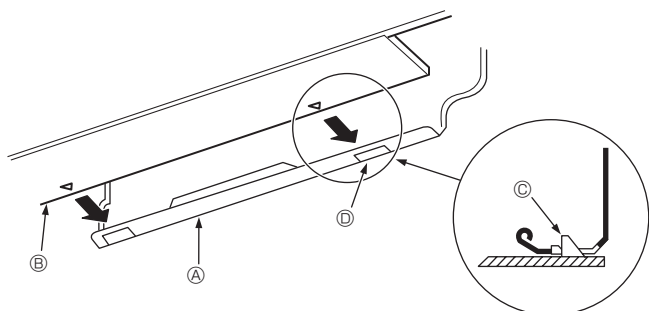

Fig. 3-11
- Lors de l'insertion de la tuyauterie de réfrigérant et du tuyau d'écoulement dans le trou de pénétration dans le mur (manchon de pénétration), accrocher le haut de l'appareil intérieur au panneau de montage ①.
- Fixer en poussant la partie inférieure de l'appareil intérieur sur la planche d'installation ①. (Fig. 3-11)
- \* Vérifier que les boutons dans le bas de l'appareil intérieur sont correctement insérés dans la planche d'installation ①.
- ⓐ Planche d'installation ①